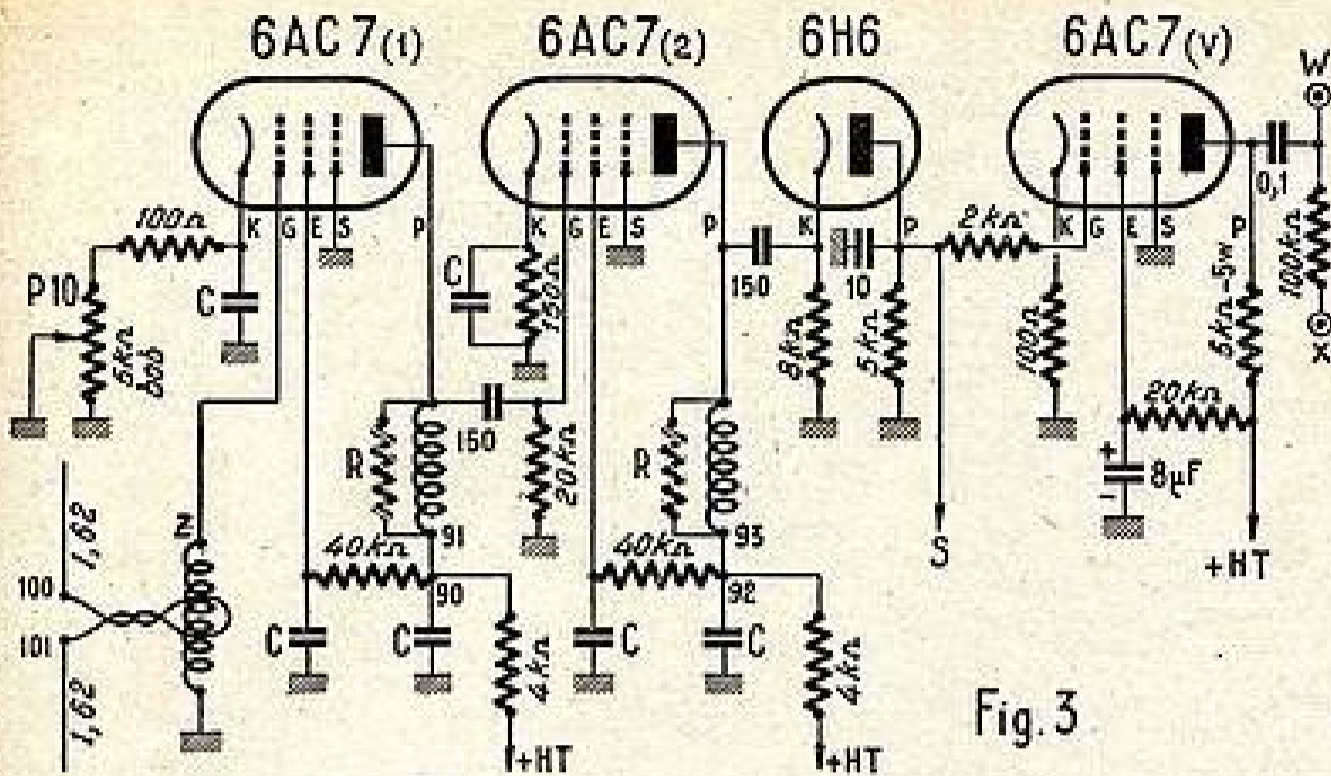

Fig. 3
La figure 3 nous donne le schéma du récepteur vision. Deux étages H.F. utilisant des tubes 6AC7 ; le premier est polarisé par une résistance de 100 ohms en série, avec un potentiomètre bobiné P10 de 5 k Ω . Celui-ci permettant de régler la sensibilité de l'étage sera réglé une fois pour toutes, c'est pourquoi il n'est pas accessible de l'avant. Le second tube 6AC7 (2) est polarisé par 150 Ω .